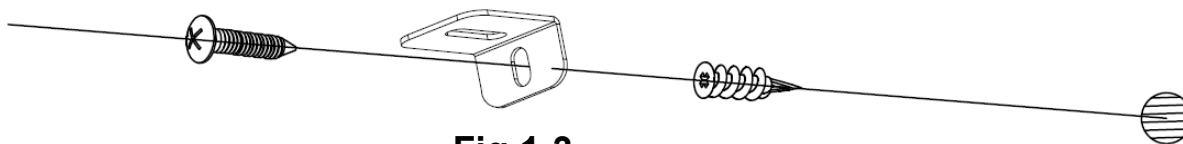

Fig 1-3
C. Zamontuj plastikową kotwę (**C**) w suchej ścianie, następnie zamontuj dłuższą śrubę (**B**) (w zestawie) przez otwór we wsporniku w kształcie litery „L” w kotwi, aby przymocować palenisko do ściany. (**Fig 1-3**)